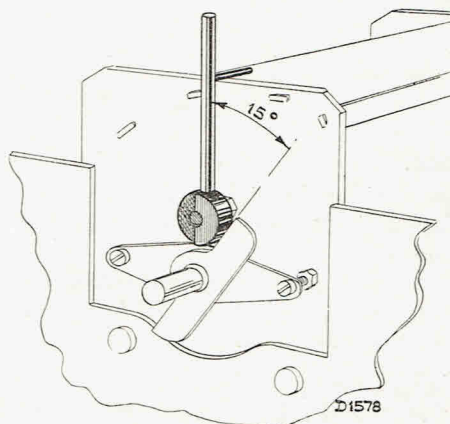

Fig. 5
4. Placer le calibre de 15° (voir fig. 5).